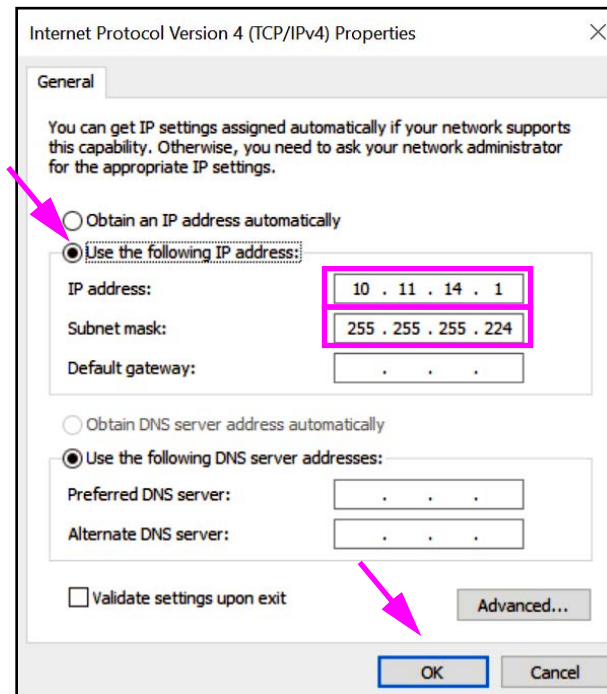

Figure 2-49. Écran Internet Protocol Version 4 (TCP/IPv4) Properties (Propriétés du protocole Internet version 4 (TCP/IPv4))
9. Sélectionnez **Use the following IP address (Utiliser l'adresse IP suivante)**. Voir la Figure 2-49.